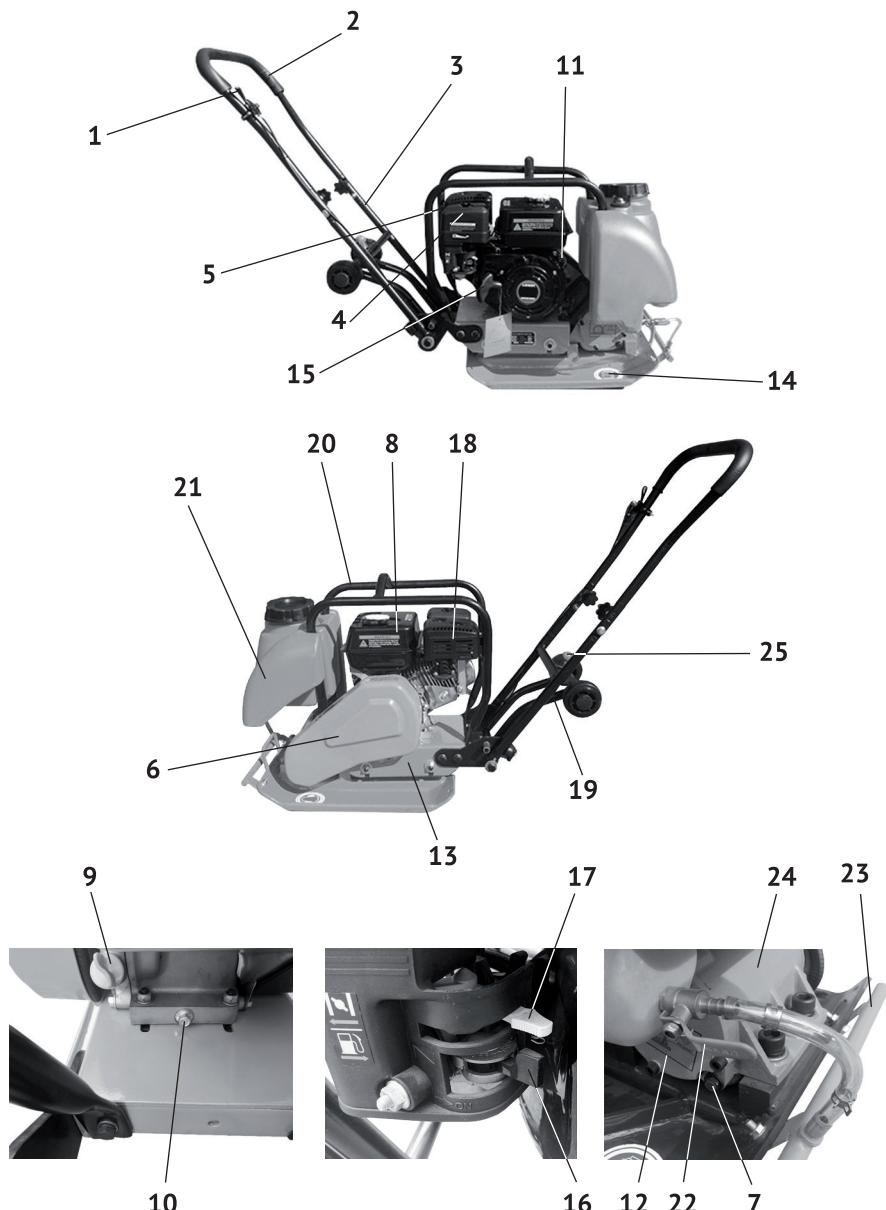

рис.1
2.4 Общий вид виброплиты представлен на рис.1
Основным несущим узлом виброплиты является цельнометаллическое основание (рис.1 поз.14), выполненное заодно с корпусом вибратора, имеющее форму широкой «лыжи» с загнутыми краями. Сверху на основание крепится, с использованием вибромартизов (резиновых подушек), платформа двигателя (рис.1 поз.13). Платформа двигателя – сварная конструкция, являющаяся базовым узлом, на которую крепятся: двигатель с приводом, рукоятка управления (рис.1 поз.3), кронштейн с колёсами (рис.1 поз.19), рама крепления (рис.1 поз.20) системы орошения с баком (рис.1 поз.21) и кожух ремённой передачи (рис.1 поз.6).
В корпус вибратора, на подшипниках, смонтирован эксцентриковый вал, закрытый с торцов крышками (рис.1 поз.12). На выходном конце вала вибратора закреплён шкив ремённой передачи.
При вращении эксцентрикового вала вибратора создается центробежная сила, приводящая к вибрации плиты (рис.1 поз.14). Амплитуда колебаний в передней части виброоснования больше, чем сзади, что приводит к прямолинейному передвижению виброплиты.
Открутите крышку топливного бака (рис.1 поз.8). Заливайте бензин в топливный бак не более чем на 1 см ниже уровня основания заливной горловины. Перед запуском двигателя тщательно протрите крышку бензобака, удалив возможные при заправке брызги топлива.
- открутить пробку (рис.1 поз.7) в крышке (рис.1 поз.12) корпуса вибратора;
- отвернув крышку пластикового бака (рис.1 поз.21), залейте воду;
- отрегулируйте подачу воды с помощью крана (рис.1 поз.22) оросительной трубы (рис.1 поз.23).
- медленно потяните за ручку стартёра (рис.1 поз.15) до появления сопротивления, а затем резким движением вытяните трос на всю длину. Повторите действие ещё раз, если двигатель не завёлся;